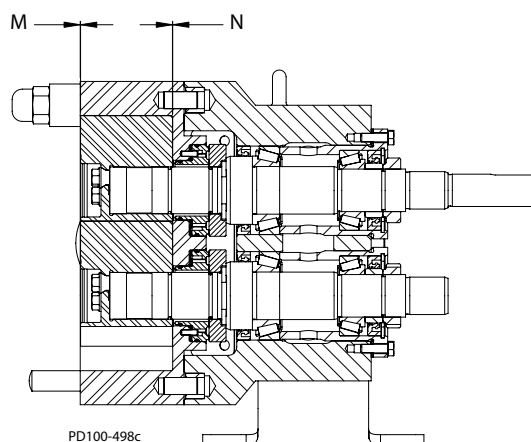

Figura 59: Mida la holgura
5. Compruebe la holgura obtenida en la cara trasera y en la delantera (elementos M y N en Figura 59). Ajuste el espesor de los espaciadores según sea necesario.